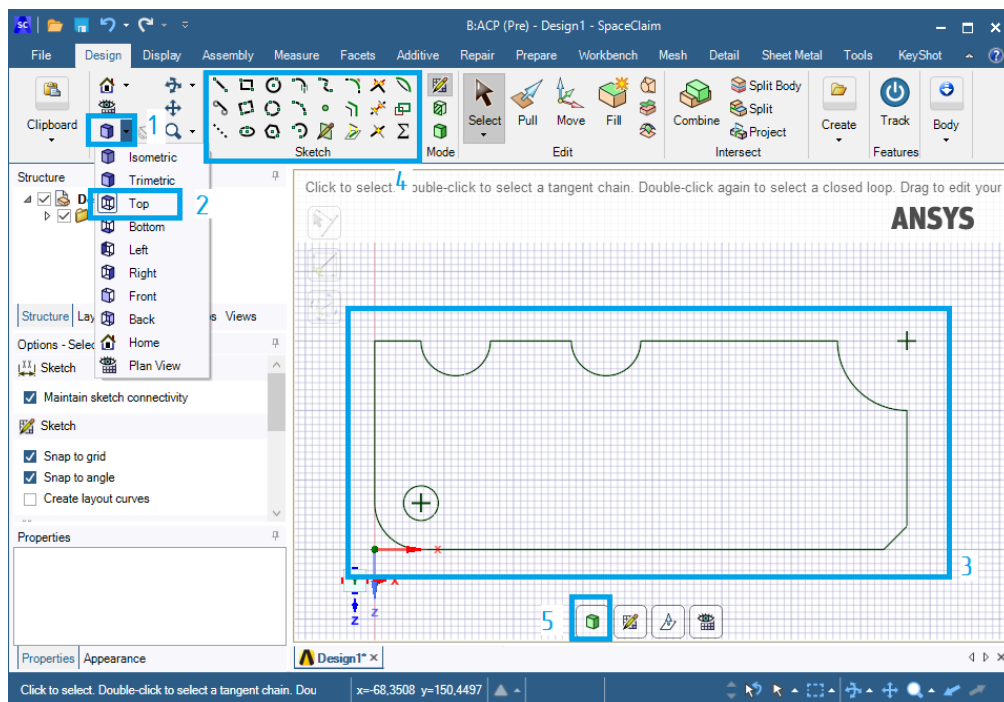

Рис. 15. Создание эскиза
11.2. Нажимаем на иконку выбора вида (1) и выбираем вид сверху (2), после чего строим эскиз (3) согласно своему варианту (рис. 15). Для построения используется панель инструментов сверху (4) (принцип работы практически идентичен работе в *SolidWorks*). Выходим из редактора эскиза (5).